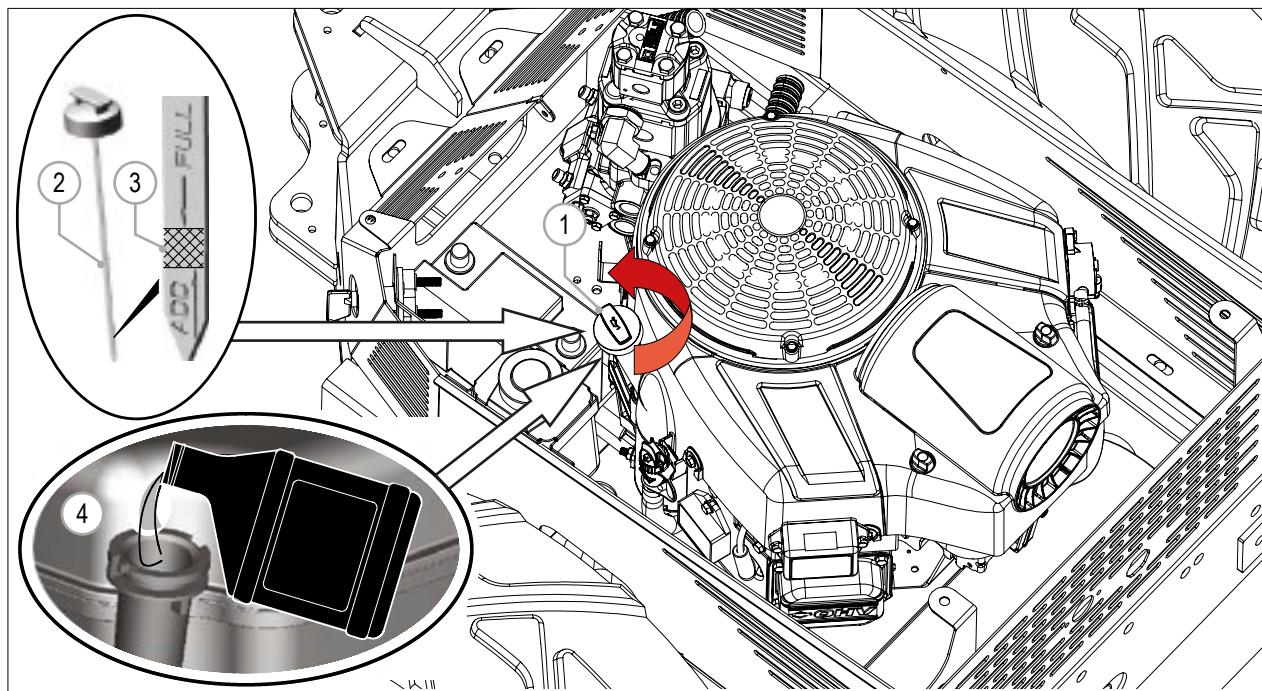

РИС. 39
- 4) Откройте крышку масляного фильтра двигателя (**РИС. 39 - Сс. 1**).
- 5) Найдите отметки «максимальный уровень» и «минимальный уровень» (**РИС. 39 - Сс. 3**) на щупе(**РИС. 39 - Сс. 2**). Уровень масла должен находиться между этих двух отметок.
- 6) При необходимости долейте масло (**РИС. 39 - Сс. 4**). Важно использовать указанный в руководстве тип масла.